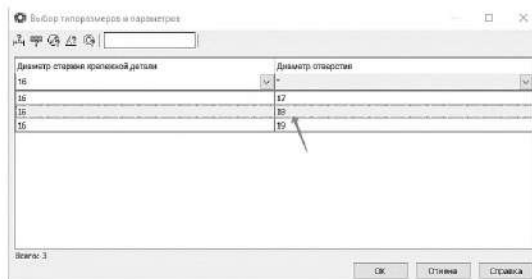

Рисунок 3.73. Выбор типоразмера
6.8 Система предложит три варианта отверстий разного диаметра. Укажите нужное значение J (в соответствии с вариантом) и нажмите кнопку ОК (рисунок 3.73).